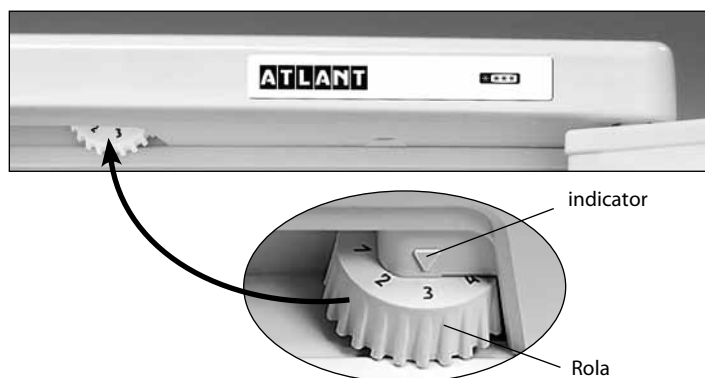

Figura 3 – Controlul temperaturii
1.4 Organ de regulare a temperaturii in conformitate cu figura 3 este rolul de regulare a temperaturii (in continuare – rol). Rolul se roteste in sensul acelor de ceasornic și invers acelor de ceasornic si are diviziuni cu cifre notate si se instaleaza la diviziunea selectata. Diviziunea cu marcarea la "1" corespunde temperaturii cea mai ridicată (răcirea cea mai mică) în camera, la diviziunea "7" – cea mai joasa (cea mai mare racire). Diviziunea rolului trebuie instalata sub indicator la regularea temperaturii.
Deschideți ușa SF și setați rolul la diviziunea "2." Închideți ușa SF. Pe viitor, pentru a selecta temperatura optima pentru depozitarea alimentelor în sectiune trebuie regulaq temperature cu ajutorul rolului, așa cum se arată în figura 3. În cazul în care, după regulare sau in urma schimbării condițiilor de exploatare, compresorul a inceput să lucreze continuu, este necesar de a rota lent rolul in directia de micșorare pana la un clic a regulatorului de temperatura. După regulare, temperatura în frigider se menține în mod automat.